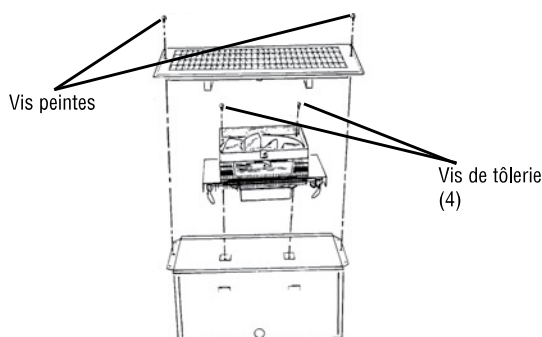

Figure 4
2. Une fois la fiche bien insérée dans la prise, poussez le radiateur vers le bas en position et fixez-le avec les deux (2) vis fournies (Voyez la Figure 4).
4. Placez la grille par-dessus l'enceinte et fixez-la avec les deux vis peintes fournies, comme c'est montré en Figure 4.